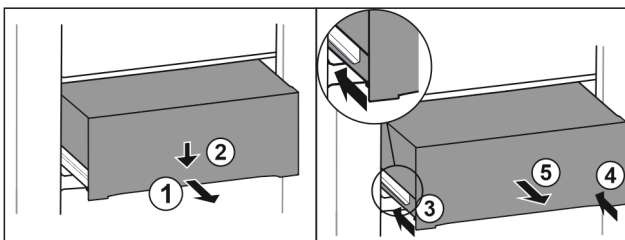

Fig. 203
- ▶ Schubfach halb herausziehen. Fig. 203 (1)
- ▶ Schubfach an der Vorderseite nach unten drücken. Fig. 203 (2)
- ▶ Linke Schiene etwa 2 cm einschieben. Fig. 203 (3)
- ▶ Rechte Schiene etwa 2 cm einschieben. Fig. 203 (4)
- ▶ Schubfach nach vorne entnehmen. Fig. 203 (5)